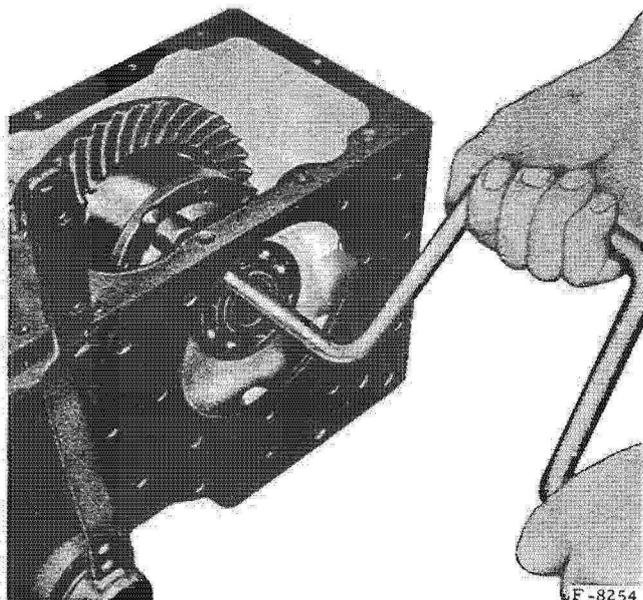

Fig. 57. - Montage de la partie gauche du boîtier de différentiel.
- Montez la partie gauche du boîtier de différentiel, freinez les écrous (fig. 57).